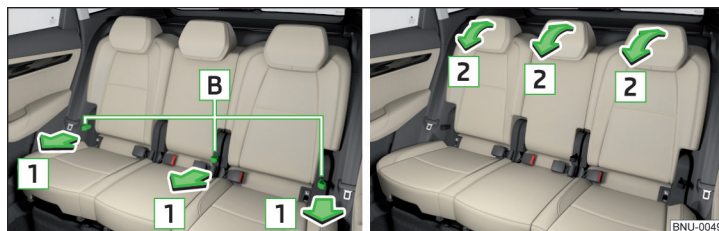

Fig. 81 Ajustar la inclinación del respaldo
- Tirar el lazo **B** en el sentido de la flecha **1** » fig. 81 y presionar los respaldos en el sentido de la flecha **2**. El enclavamiento debe encajar de forma audible.